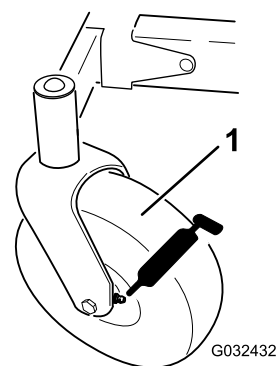
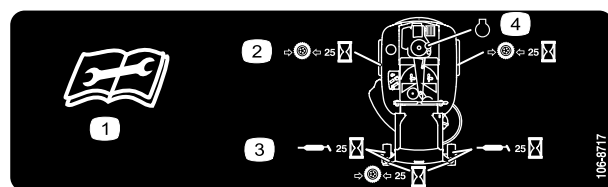

Figure 28
Figure 29
3. Nettoyez les graisseurs (Figure 28 et Figure 29) à l'aide d'un chiffon.
4. Raccordez une pompe à graisse à chaque graisseur (Figure 28 et Figure 29).